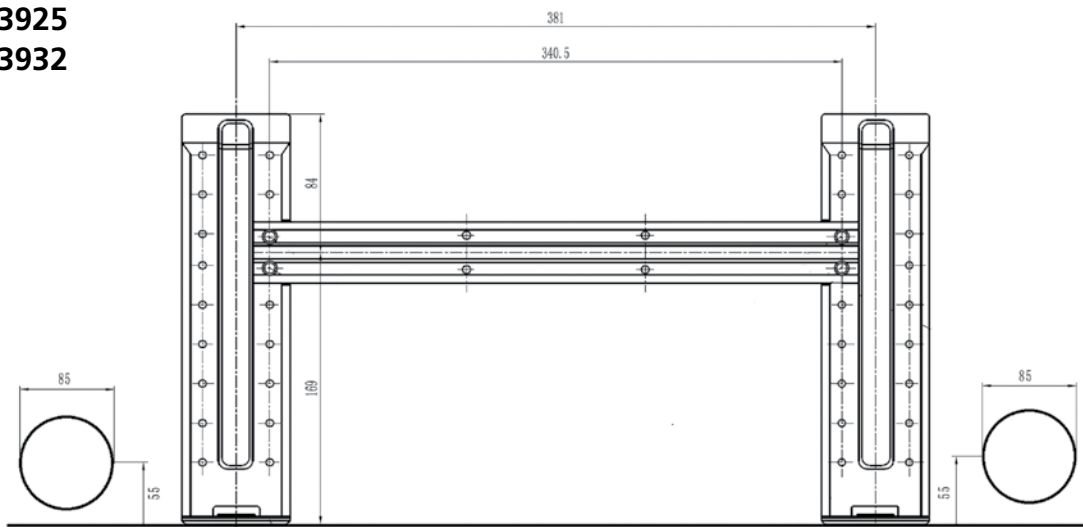
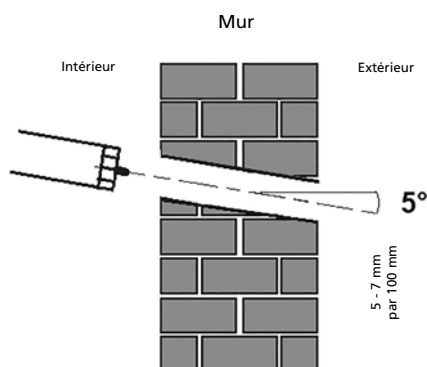

Fig. 9
Fig. 10
- Déterminer la position des trous en fonction du diagramme illustré à la Fig. 9. Percer un trou (≥ 85 mm pour modèles SC 39xx et ≥ 65 mm pour modèles S 39xx) en inclinant légèrement vers le bas (côté extérieur) afin d'éviter la pénétration d'eau vers l'intérieur (fig. 10).